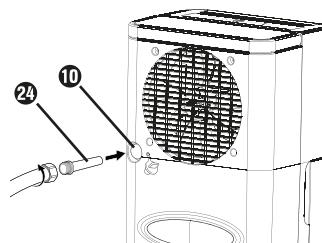

Abb. 5
- ◆ Schrauben Sie, bei Verwendung des EU-Gartenschlauchadapters ②4, einen Gartenschlauch auf den EU-Gartenschlauchadapter ②4 (siehe Abbildung 5).